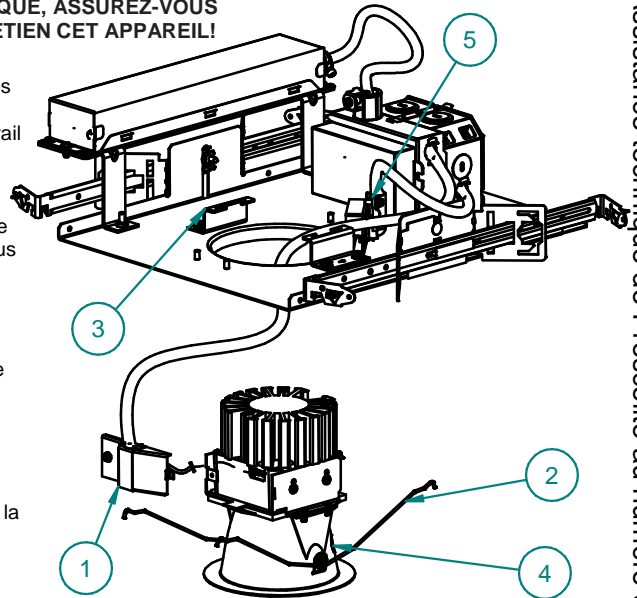

FIGURE 1
5. Tirez le couvercle électrique (1) vers le bas au travers de l'orifice du luminaire. (REPORTEZ VOUS À LA FIG. 1)